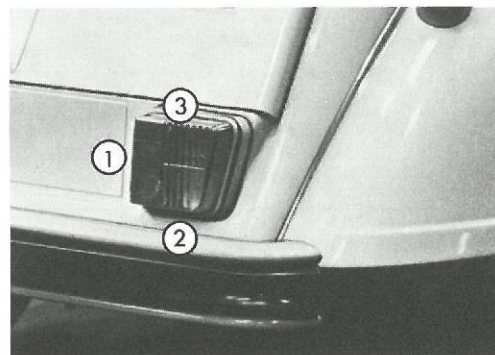

Fig. 44 - Feux arrière
- *Feux arrière* (Fig. 44)
Voir "Feux de position arrière" (Fig. 44, Rep. 2).
Voir "Feux de position arrière" (Fig. 44, Rep. 3).